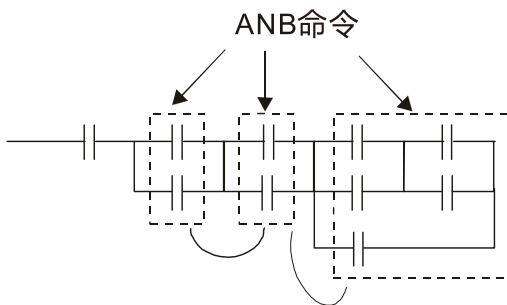

图 16-34
6. **ANB 命令**：一区块与一装置或一区块的串接组合。如下图 16-34 所示：